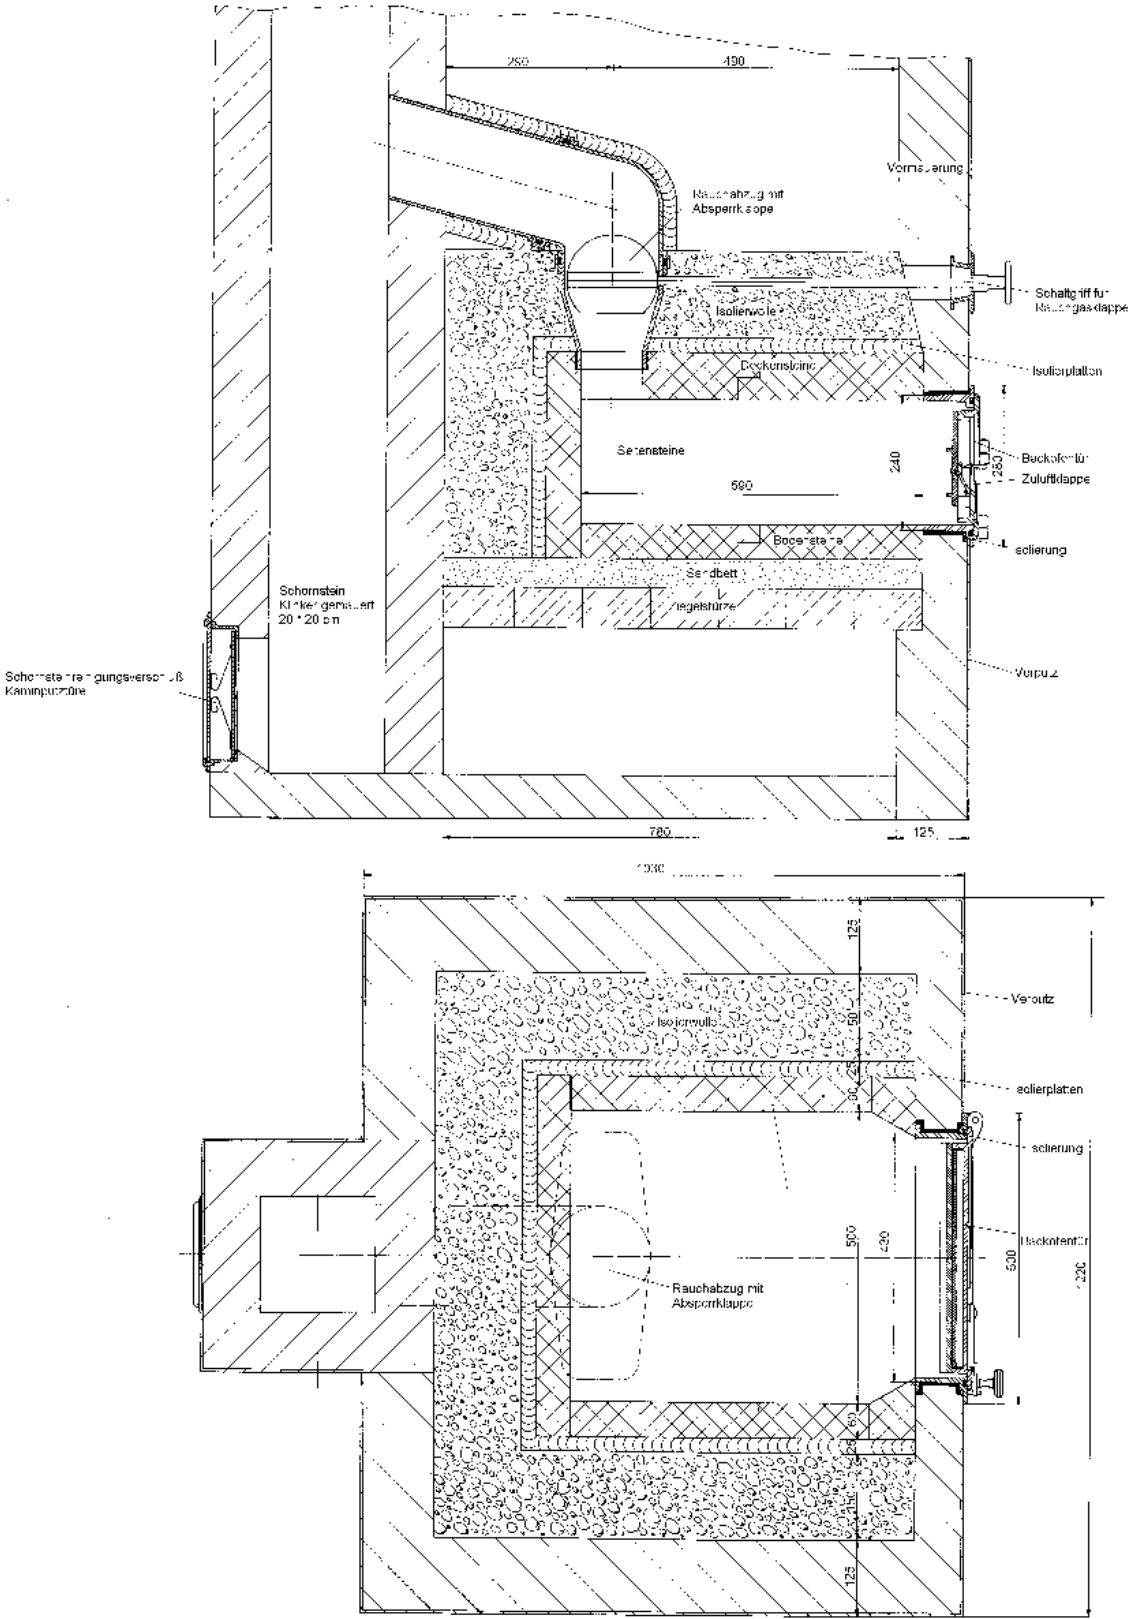

Bild 7: Schnitt durch den fertigen Backofen (Prinzipdarstellung)
Nach Erstellung des Fundamentes werden die Ziegelstürze aufgelegt. Hierauf kommt das Sandbett, auf dem die Schamotteformsteine der Bodenplatte (B, BA), der Seitenwände (S, SV) und der Rückwand (A) ausgerichtet werden. Die Formsteine werden mit Schamotte-mörtel verbunden. Die Backofentür setzen und im Außenmauerwerk verankern. Um die Gusszarge eine 10mm starke Isoliermatte legen, damit die Spannungen zum Mauerwerk abgefangen werden. Hierbei müssen die Schamotte-Bodensteine (B, BA) mit der Türunterkante in einer Ebene liegen (siehe auch Bild 7). Deckensteine (D, DA) setzen. Wichtig für die gute Wärmespeicherung ist eine ausreichende Isolierung besonders im Deckenbereich. Beim Isoliermaterial, das an den Formsteinen anliegt, muß darauf geachtet werden, daß es für Temperaturen bis 500°C geeignet ist. Die Deckensteine nicht zusätzlich belasten; Bruchgefahr! Den Rauchrohranschluss dicht mit den Formsteinen verbinden. Um Spannungen und Risse durch Wärmedehnungen zu vermeiden, das Rauchrohr im Schornstein in ein Kaminfutter einführen.